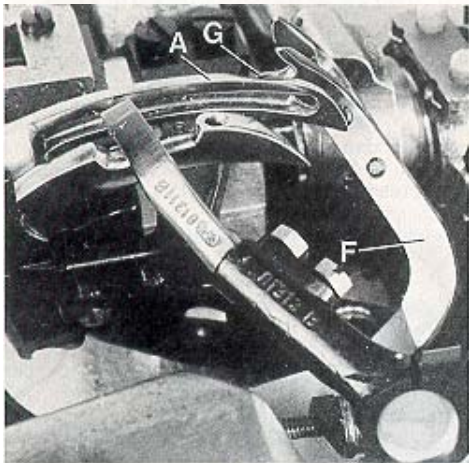

Fig.9
Rotate handwheel in operating direction. On the upward travel of spreader (F, Fig. 9) the tip of its lower prong (G) must pass as close as possible in the recess behind the eye of the lower looper (A) without contacting it.
Gire el volante en dirección de operación. En la extrema superior del recorrido del spreader (F, Fig. 9) la punta inferior de su tenaza (G) debería pasar lo mas cerca posible del espacio detrás del ojo del looper inferior (A) pero sin tocarlo.